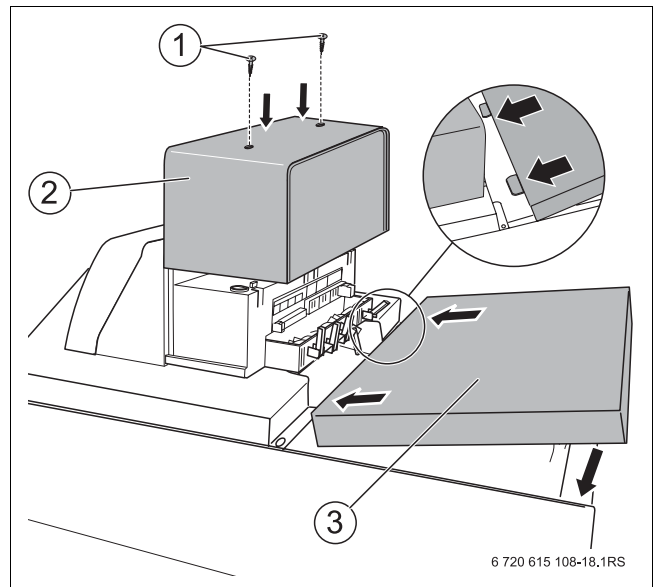

fig. 18 Fechar a tampa do regulador e a cobertura da caldeira
- Retirar 2 parafusos de fixação da cobertura traseira da caldeira (→ fig. 18, página 20).
- Retirar a cobertura traseira da caldeira (→ fig. 18, página 20, [3]).
- Retirar 2 parafusos na tampa do regulador (→ fig. 18, página 20, [1]).
- Retirar a tampa do regulador (→ fig. 18, página 20, [2]).